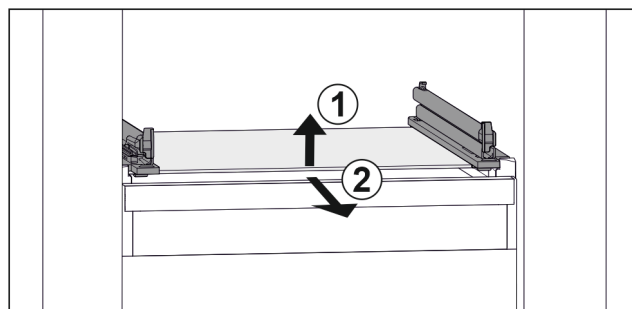

Fig. 114 Eksempel på fremstilling av glassplaten
- Løft opp glassplaten foran. Fig. 114 (1)
- Ta ut glassplaten fremover. Fig. 114 (2)